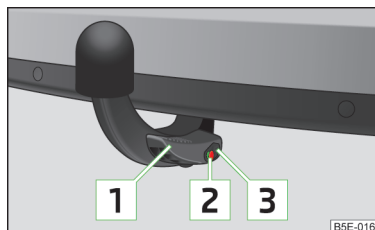

Fig. 158
### Fixation conforme de la boule d'attelage » fig. 158
- ✓ La manette **1** se trouve dans sa position supérieure » fig. 158.